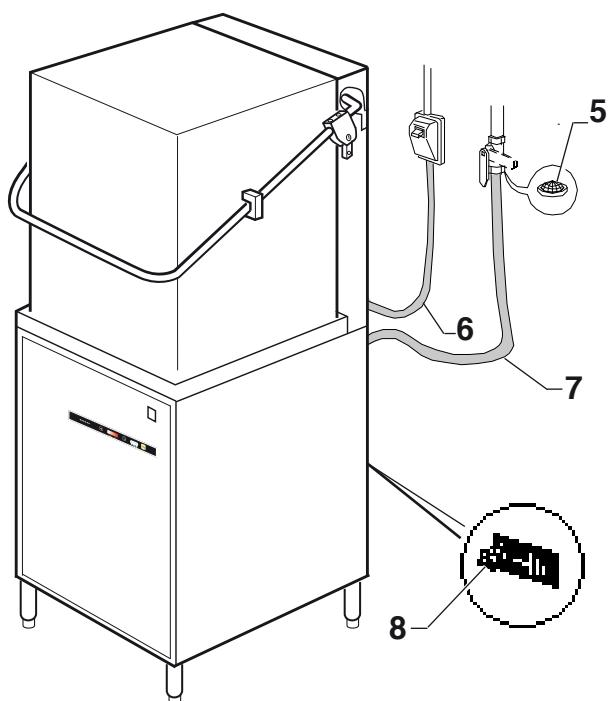

Fig. 6
3.1.a COLLEGAMENTO TUBO di SCARICO (Fig. 6)
3.1.b ALLACCIAIMENTO IDRICO (Fig. 6)
- Collegare il tubo di carico (7) in dotazione all'elettrovalvola e l'altra estremità del tubo di carico (7) ad un rubinetto filettato 3/4" G. interponendo il filtro (5).